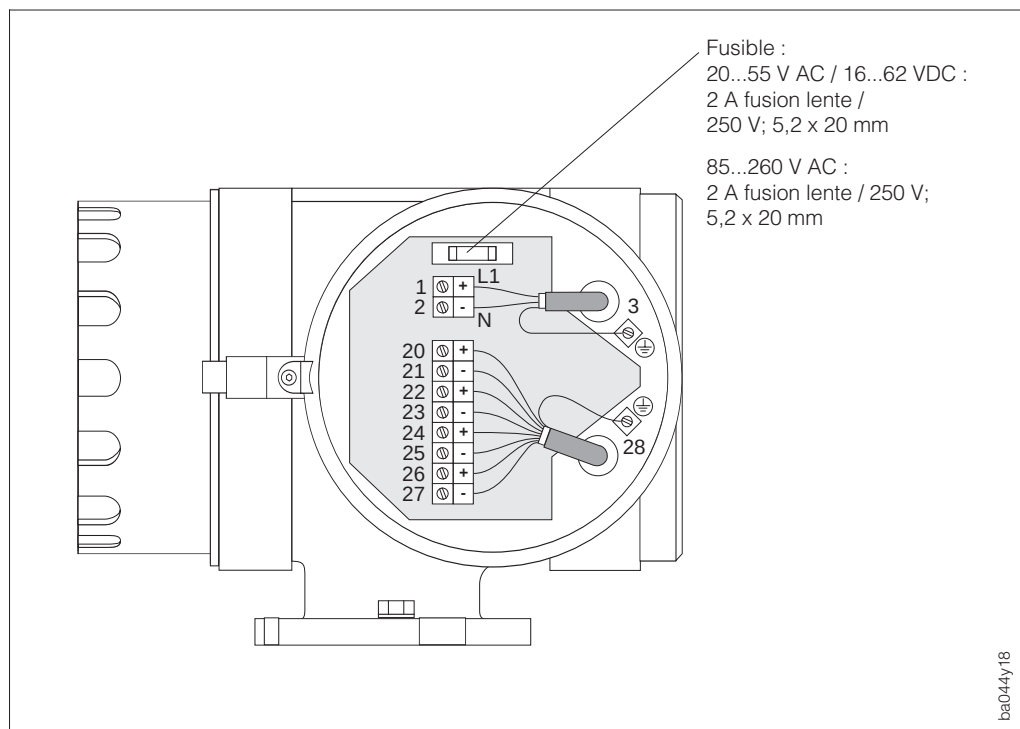

Fig. 30
- Le premier se trouve sur la platine de raccordement des bornes (voir fig. 30).